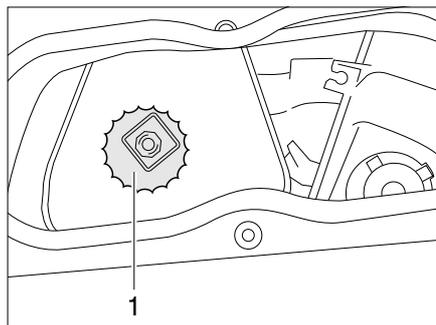

Bild 30 Deckel am Kühlwasser-Ausgleichsbehälter
- Den Deckel (Bild 30,1) vorsichtig öffnen und Druck entweichen lassen.
- Den Deckel (Bild 30,1) wieder auf den Kühlwasser-Ausgleichsbehälter schrauben.